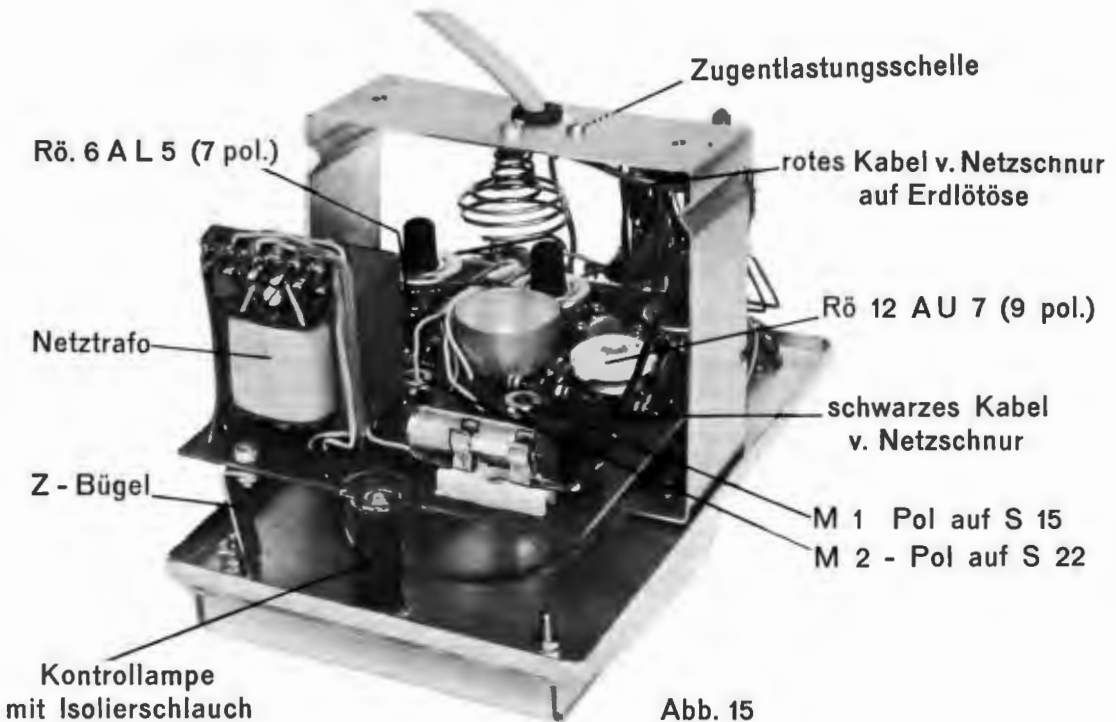

Abb. 15
Auf die rechte obere Halteschraube (von hinten gesehen) wird vor dem Aufsetzen der Mutter noch der kleine Blechwinkel aufgeschoben und durch Zahnscheibe und Mutter gehalten. (Siehe Abb. 15.)
- () Verbinden Sie das freie Ende des 18 cm langen braunen Drahtes vom Punkt X der Schaltplatte mit R 3 (L).
- () Verbinden Sie den freien Draht von der schwarzen Steckbuchse mit Punkt Z der Schaltplatte (L).
- () Verbinden Sie das freie Ende des hellblauen Drahtes von S 22 mit M 2 (L) — Pol. Instr.
- () Verbinden Sie das freie Ende des grauen Drahtes von S 15 mit M 1 (L) + Pol. Instr. Führen Sie die Netzschnur von hinten durch die Gummidurchführung in großen Blechbügel und entfernen Sie die Gummiisolation der Außenhülle auf eine Länge von etwa 15 cm.
- () Führen Sie die rote Ader der Netzschnur nach entsprechender Kürzung zur Erdlötöse an der Halteschelle (Abb. 15) und verlöten Sie sie damit. Vorsicht, Farbe beachten! Es darf nur das rote Kabel an die Masse gelegt werden (Erdung).
- () Eine der verbleibenden Adern der Netzschnur führt zur freien Lötöse des Sicherungshalters (L).
- () Die andere Ader der Netzschnur wird gekürzt und an S 28 (L) geführt.
- () Verbinden Sie einen blauen Draht 17 cm lang von NS 1 mit S 27 (L).